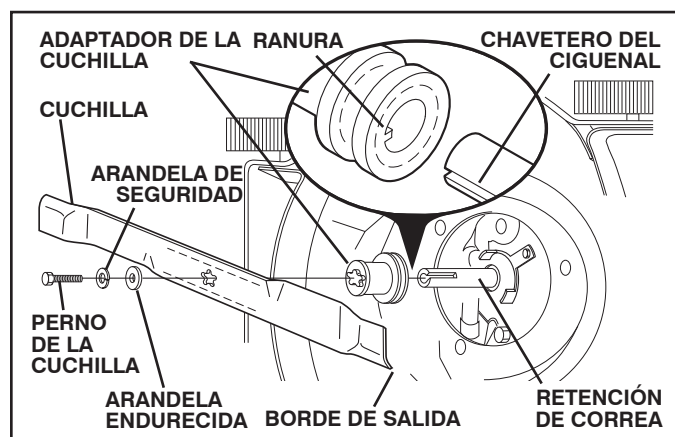

FIG. 12
**PARA REMOVER LA CUCHILLA (Vea Fig. 12):**
**PARA CAMBIAR LA CUCHILLA (Vea Fig. 12):**